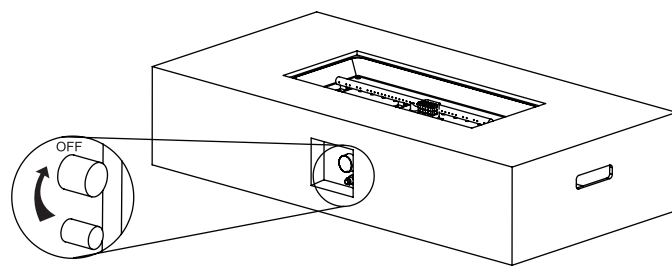

Figure 2
2. Asigurați-vă că butonul de control al gazului este în poziția "OFF" înainte de a continua (vezi Figure 2).